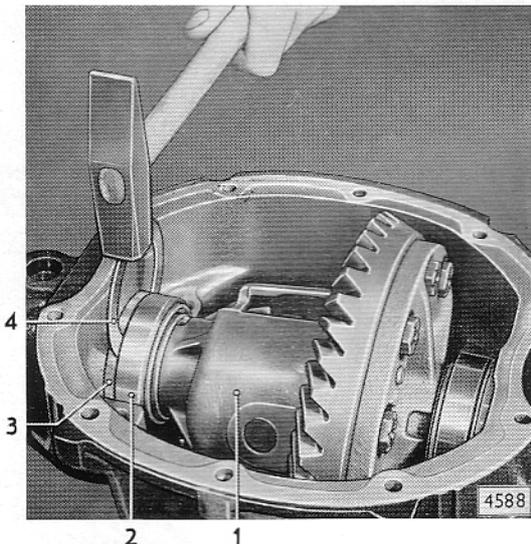

Bild D 35 - Ausgleichscheibe für Ausgleichgehäusekegellager einklopfen
5. Linke Ausgleichscheibe zwischen Abstandring und äußeren Laufring des Kegellagers einschieben, dann rechte Ausgleichscheibe ebenfalls zwischen Abstandring und äußeren Laufring vorsichtig einklopfen (Bild D 35).